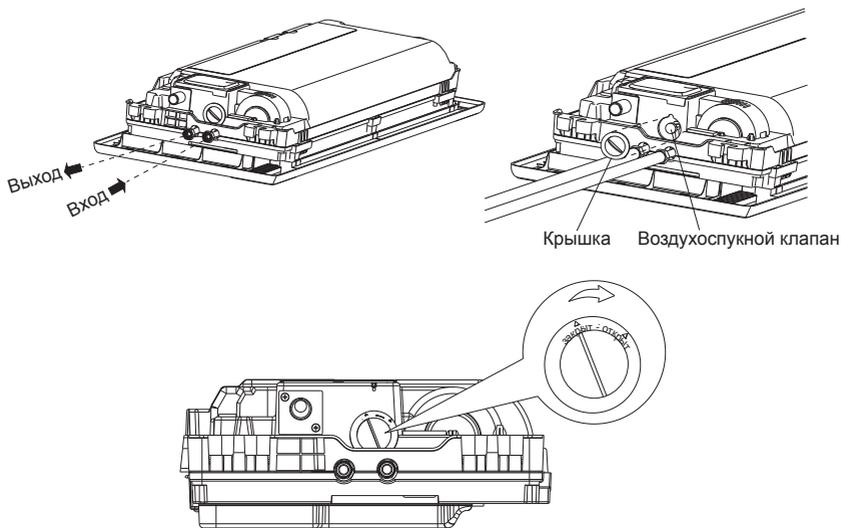

Рис. 11
- После подачи хладоносителя через теплообменник фанкойла необходимо выпустить воздух через воздуховыпускной клапан до появления капель хладоносителя (рис. 11). После чего воздуховыпускной клапан необходимо закрыть для дальнейшей эксплуатации фанкойла.